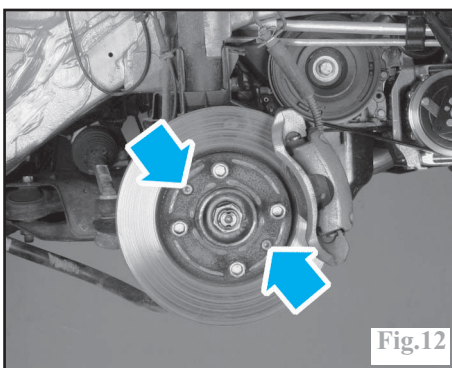

Fig.12
-les vis de fixation (Fig.12) du disque de frein puis celui-ci.